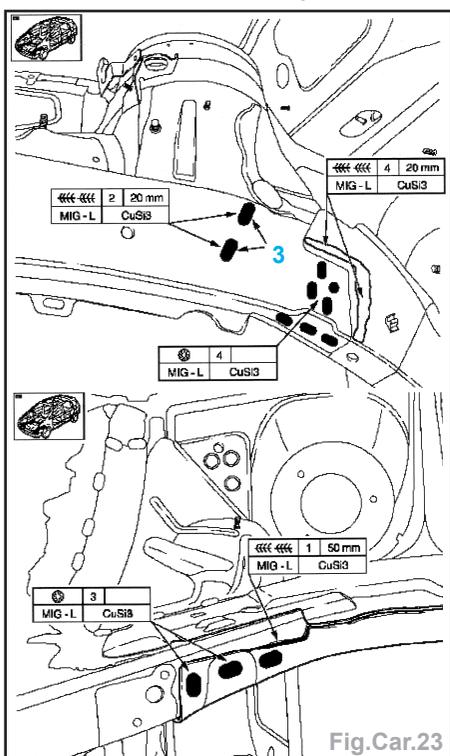

Fig.Car.23
- Effectuer les soudures (Fig.Car.23).